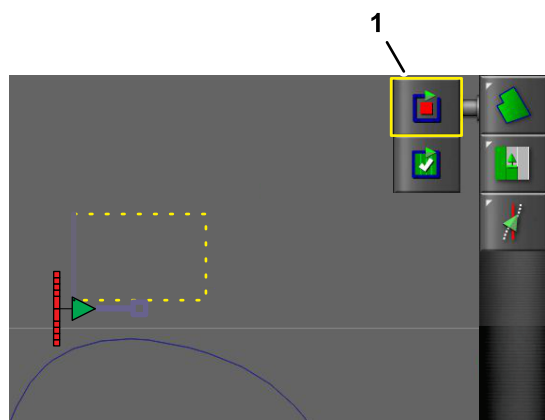

图 48
- 移动机器在直边场地边界的下一点处对齐左前轮胎的外侧中心部分并停止机器图 48。
- 按记录场地边界图标然后按暂停场地边界记录图标图 48。